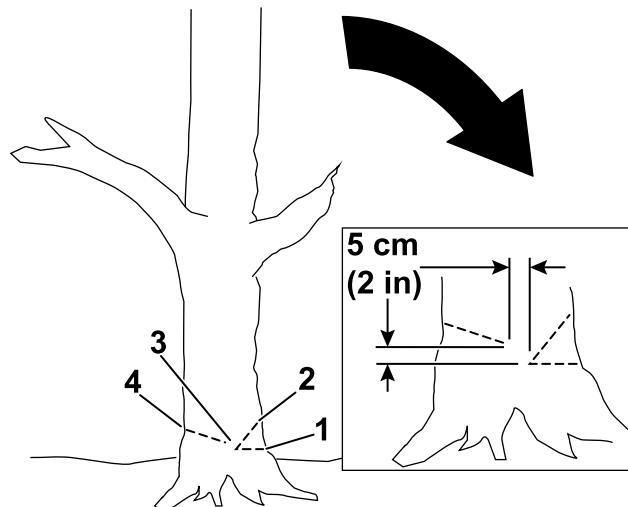

Figure 16
- 4. Commencez par couper le tiers du diamètre de l'arbre, du côté où vous voulez qu'il tombe (Figure 16).
- 5. Faites une deuxième coupe oblique pour former une encoche, en commençant au moins 5 cm (2 po) au-dessus de la première coupe (Figure 16).
- 6. Faites le trait d'abattage du côté opposé à l'encoche et environ 5 cm (2 po) plus haut que le bas de l'encoche, comme montré à la Figure 16.
Important: Arrêtez la troisième coupe 2,5 à 5 cm (1 à 2 po) avant l'encoche pour former une charnière entre les coupes (Figure 16), ce qui empêche l'arbre de tomber dans la mauvaise direction ou de pivoter dans sa chute.
Remarque: Quand le trait d'abattage approche de la charnière (Figure 16), l'arbre devrait commencer à tomber.